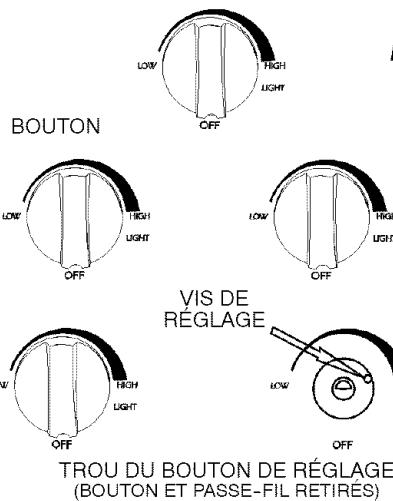

FIGURE 12
C. RÉGLAGE DE LA FLAMME À FEU DOUX (Voir figure 12)
3. Repérer la vis de réglage du bouton de commande. Voir la figure 12.
- Repérer la vis de réglage du bouton de commande. Voir la figure 12.